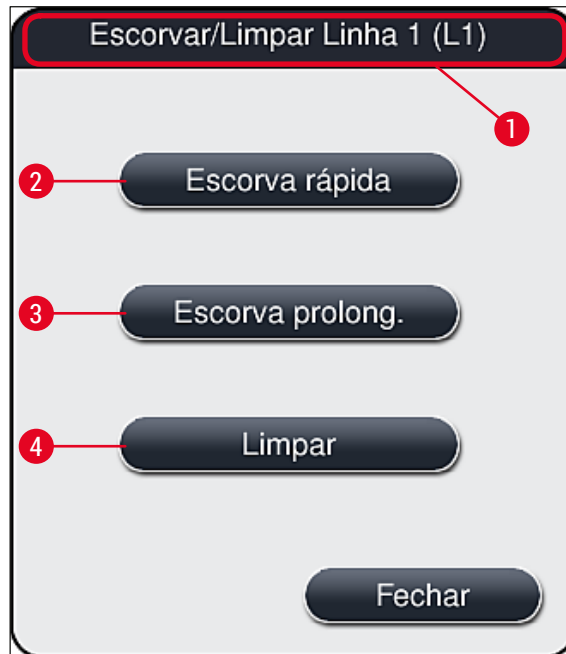

Fig. 98
- ✓ No menu a seguir (→ Fig. 98), há três programas diferentes para escorvar/limpar.